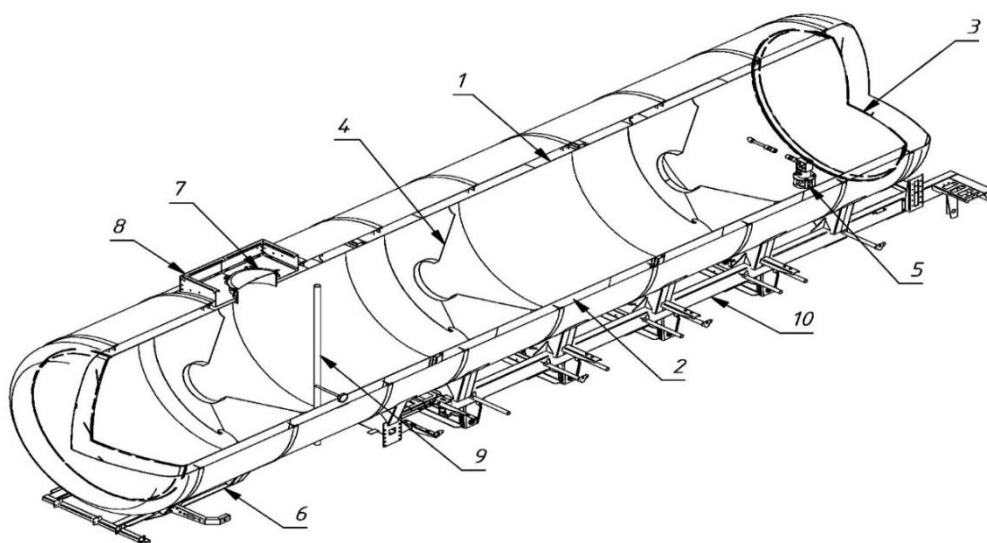
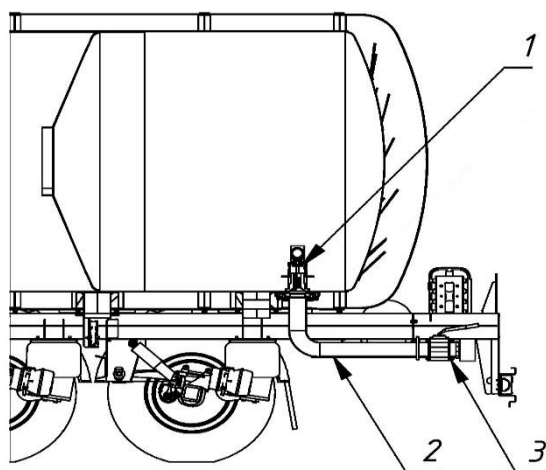

Рис. 2.6 – Цистерна полуприцепа
Рис. 2.8 – Трубопровод слива нефтепродукта
Цистерна полуприцепа показана на рис. 2.6 и представляет собой металлический сварной корпус (1), толщиной не менее 4 мм, имеет форму цилиндра постоянного или переменного сечения. Наружная часть цистерны обшита утеплителем, который сверху закрыт листами из оцинкованной стали толщиной 0,8 мм. Возможно исполнение цистерны без утепления и наружной обшивки. Корпус цистерны является несущей конструкцией, включающей в себя обечайки, радиусные торцевые стенки (3), волнорезы (4), которые служат для придания корпусу жесткости и уменьшения гидравлических ударов при изменении скорости полуприцепа. В нижней задней части цистерны вварен фланец (5) для подсоединения сливной арматуры и донного клапана (см. рис. 2.8). В передней части цистерны к нижним полкам лонжеронов приварена плита наката со шкворнем (6). Плита наката предохраняет обечайку корпуса цистерны от возможных ударов при сцепке с тягачом. Диаметр рабочей поверхности сцепного шкворня $50.8 \pm 0,1$ мм. Допустимый предельный износ рабочей поверхности сцепного шкворня не должен превышать 2,5 мм. В верхней части цистерны установлен заливной люк с откидной крышкой (7). Внутри горловины люка имеется указатель для контроля уровня налива нефтепродукта. В крышке люка установлен клапан дыхательный для регулировки давления в цистерне.
Трубопровод слива нефтепродукта показан на рис. 2.8 и служит для слива нефтепродукта из цистерны. Трубопровод проложен от донного клапана (1) в задней части полуприцепа. На конце трубопровода приварен фланец, к которому с помощью болтового соединения установлен кран шаровый (3). Это позволяет легко демонтировать кран для технического обслуживания или замены. Кран шаровый имеет присоединительные штуцера-наконечники со съемными защитными крышками.
Донный клапан (1) (см. рис. 2.8) механический расположен внутри цистерны с ручным приводом. Рукоятка привода расположена с правой
В комплект поставки полуприцепа-цистерны (ППЦ) входит дыхательный клапан, который монтируется на крышке заливного люка (поз. 7, рис. 2.6). Дыхательный клапан предназначен для регулирования давления и вакуума в газовом пространстве емкости при наливке, сливе, транспортировании и температурных колебаниях, а также для герметизации цистерны. В зависимости от физико-химических свойств перевозимого продукта (см. раздел «Назначение» и Таблицу 2.1) дыхательный клапан применяется в двух исполнениях: